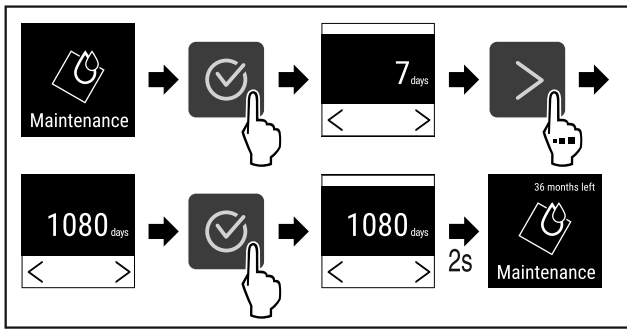

Fig. 74
- ▶ Følg anvisningene (se Fig. 74) .